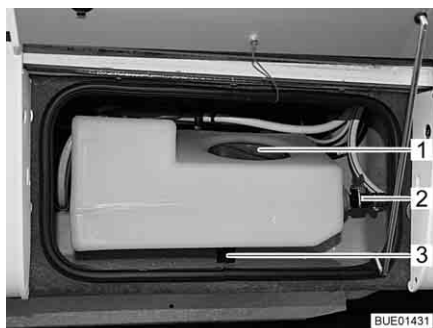
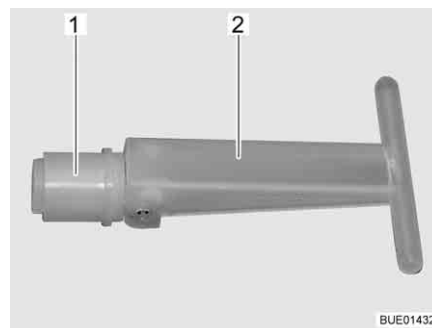

Fig. 223 Reservatório adicional da água
Fig. 224 Tampão de vazamento
Quando a válvula de purga (Fig. 223,2) está aberta, a quantidade de enchimento do reservatório adicional da água fica limitada a aprox. 30 l; a água excedente é descarregada. Se a válvula de purga estiver fechada, fica disponível o volume completo do reservatório.
Quando o tampão de vazamento (Fig. 224,1) no interior do reservatório da água é puxado, a água corre através do dispositivo de descarga (Fig. 223,3). O tampão de vazamento pode ser alcançado através do orifício de serviço (Fig. 223,1).
- Assegure-se que o tampão de vazamento (Fig. 224,1) no reservatório adicional da água está fechado (manípulo (Fig. 224,2) rebatido).
- Assegure-se que a válvula de purga (Fig. 223,2) está fechada.
- Abra o orifício de serviço (Fig. 223,1) no reservatório adicional da água.
- Através do orifício de serviço, coloque o manípulo (Fig. 224,2) do tampão de vazamento (Fig. 224,1) em posição vertical e retire para fora o tampão de vazamento.
- Abra a válvula de purga (Fig. 223,2) no reservatório adicional da água.